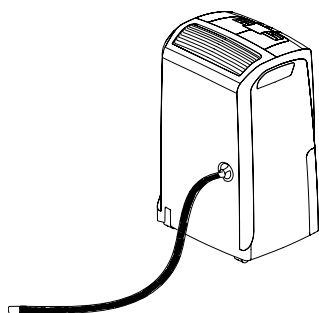

Fig. 4
- 2) Insérez le capuchon de vidange **1** dans le flexible de vidange du condensat **8** (Fig. 3), puis vissez le capuchon sur la goulotte **2** (Fig. 4).